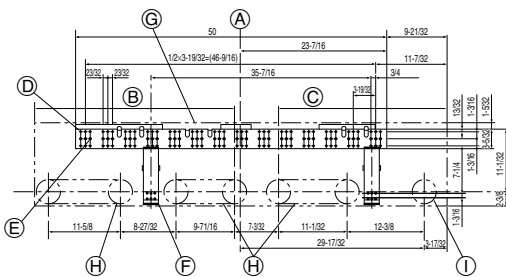

Fig. 3-2
③	Matière isolante	2	Loger à l'intérieur de l'appareil
④	Colliers	4(gros) et 5(petits)
⑤	Ruban de feutre	3
⑥	Prise d'écoulement	1	pour PKA-A-FAL
⑦	Télécommande sans fil	1
⑧	Support de télécommande	1	pour PKA-A-FA
⑨	Piles alcalines	2
⑩	Télécommande filaire	1
⑪	Adaptateur d'écoulement	1
⑦ - ⑩ sont disposés dans un évidement pratiqué dans le matériau de conditionnement (mousse de polystyrène).
3.2. Installation de la structure de montage mural (Fig. 3-2)